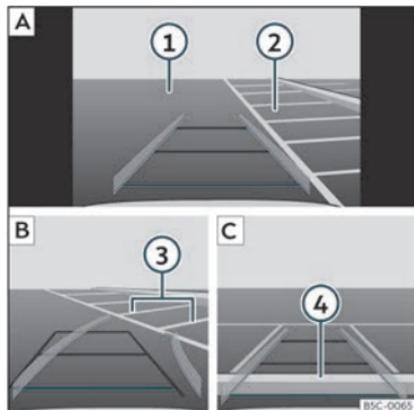

Fig. 183 Affichage à l'écran du système d'infodivertissement : stationner avec l'assistant de marche arrière.
Légende de la **fig. 183** :
- Placez le véhicule en face de la place de stationnement >>> **fig. 183** ② **A**.
- Reculez en tournant le volant afin que les lignes jaunes pénètrent dans la place de stationnement. Les lignes vertes et jaunes doivent correspondre aux lignes de délimitation latérales ③ **B**.
- Arrêtez le véhicule lorsque la ligne rouge a atteint la limite arrière ④ **C**.